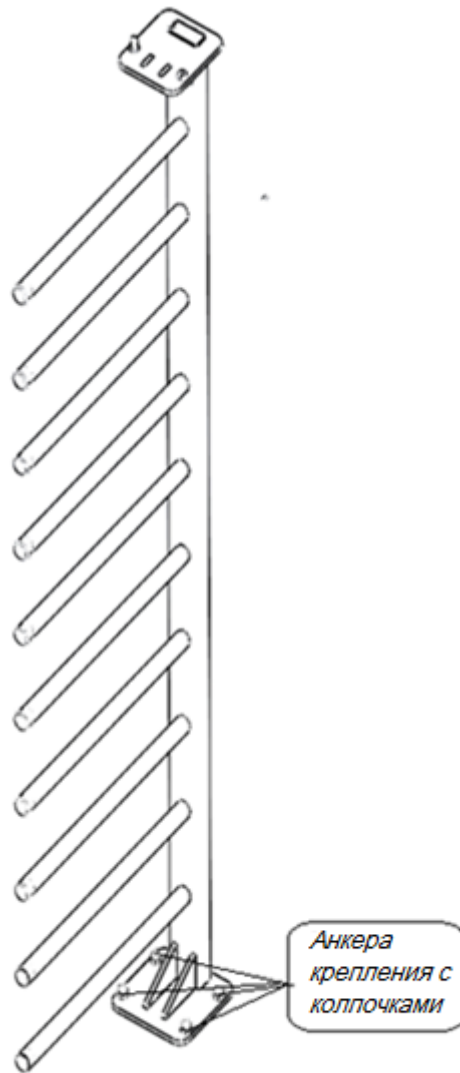

Рис. 9. Установка неподвижного элемента ограждения
4.2.10. Установите и закрепите неподвижный элемент ограждения турникета, используя анкера (рис. 9), закрутив их в соответствующие отверстия, используя ключ 19 мм. Установите пластиковые колпачки на головки болтов крепления.